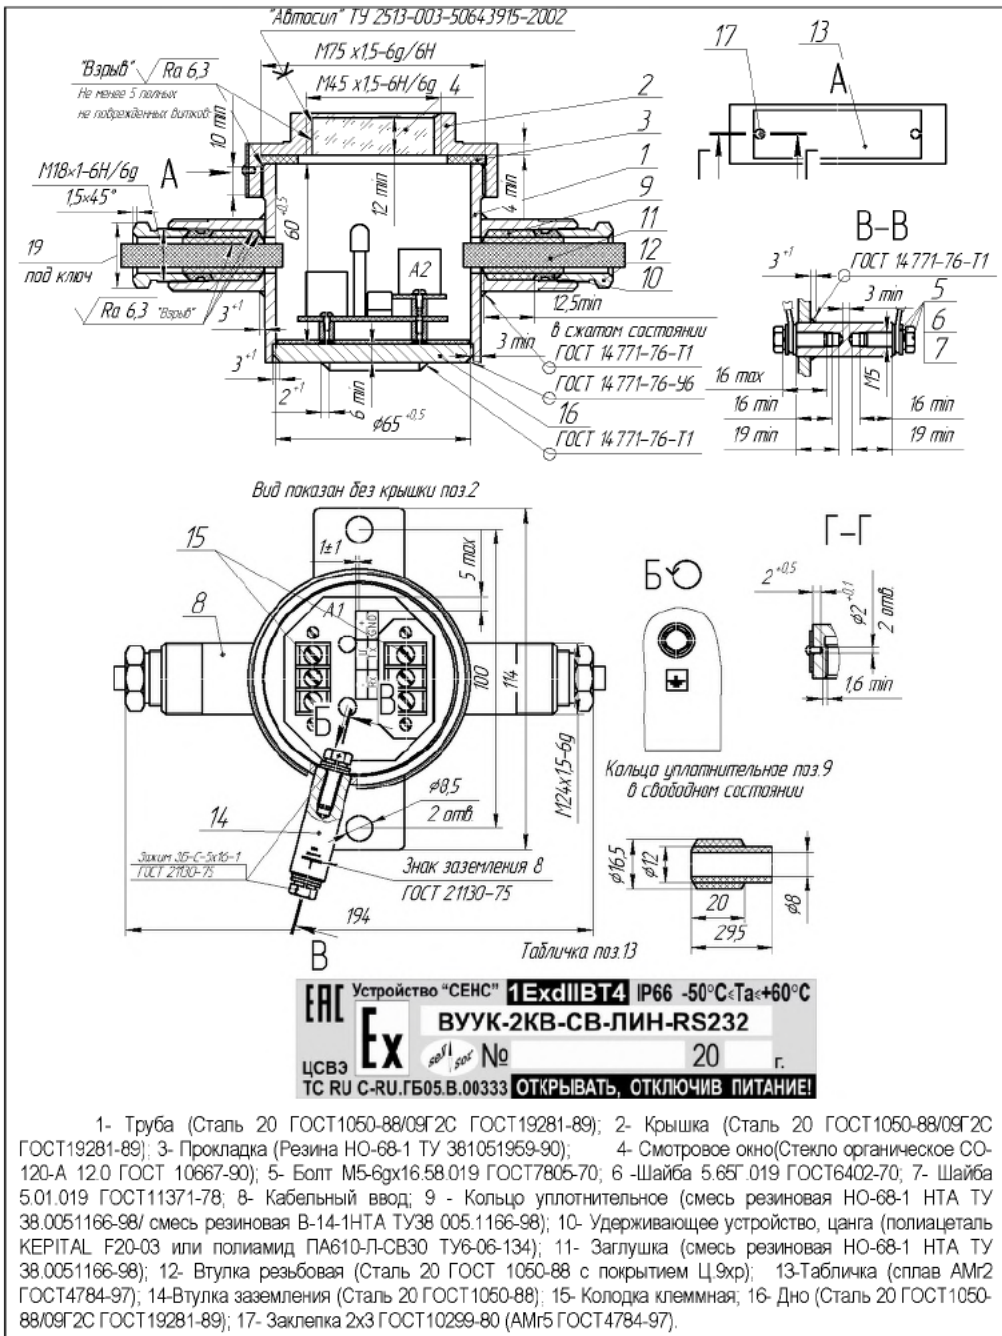

Рисунок 2 – Чертеж средств взрывозащиты устройства
Устройство (см. рисунок 2) состоит из корпуса с двумя кабельными вводами, в котором размещена печатная плата, с элементами схемы (в т.ч. светодиодными индикаторами и винтовыми клеммными зажимами), крышки с прозрачным смотровым окном. Герметичность устройств обеспечивается резиновыми уплотнениями.
5.2.6 Сопряжения деталей, обеспечивающих взрывозащиту вида «d», показаны на чертеже средств взрывозащиты (рисунок 2), обозначены словом «Взрыв» с указанием параметров взрывозащиты.
Электрические соединения и герметизацию устройства производить следующим образом (рисунок 2):